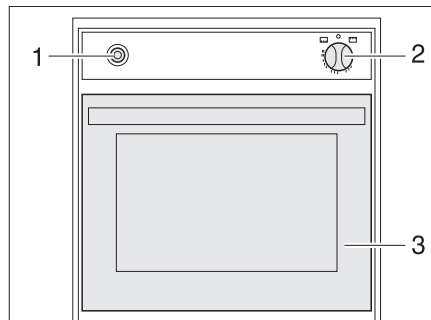

Bild 310 Gasugn (Spinfo)
- Öppna ugnsluckan (Bild 310,3) helt.
- Tryck lätt på vridregulatorn (Bild 310,2) och ställ den på "🔥" (ugn) eller "GRILL" (grill).
- Tryck på vridregulatorn (Bild 310,2) under 5 till 10 sekunder. Gasen strömmar till brännaren.
- Tryck på tändaren (Bild 310,1) tills lågan tänds.
- Ställ vridregulatorn (Bild 310,2) på "0". Flammen slocknar.